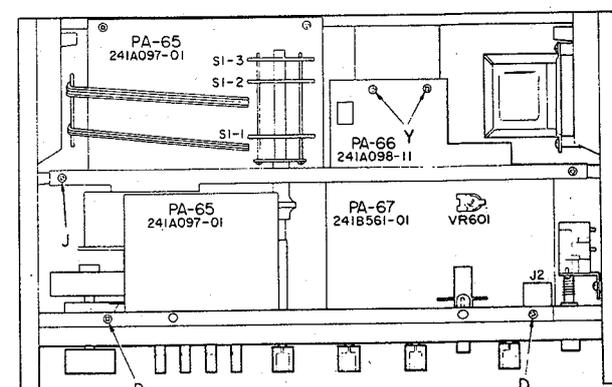

Abb. 4
- 1) Entferne die beiden Befestigungsschrauben an der oberen Platte wie in Abb. 4, C gezeigt.
- 2) Schraube auch die beiden Schrauben an der unteren Platte heraus wie in Abb. 4, C gezeigt.
- 5) Nimm die Seitenplatte und die Schraube für den Halter ab (Abb. 4, J).
- 5) Nimm die beiden Befestigungsschrauben der Leiterplatte (PA-66) ab (Abb. 4, Y).